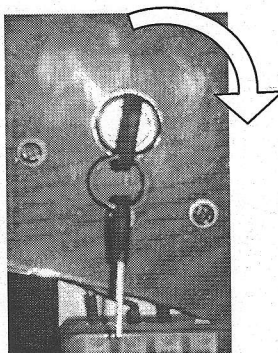

Рис.5. Ключ зажигания
- 4.) Поверните ключ зажигания в пусковое положение по часовой стрелки (рис.5). Держите его правой рукой. *Коленвал двигателя должен начать вращаться.* Спустя 3 секунды после начала вращения необходимо вернуть рычаг декомпрессора в исходное положение (для закрытия клапанов). Ключ стартера необходимо удерживать до запуска двигателя.